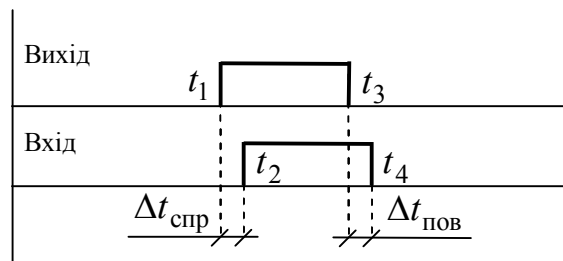

Рис. 2.19. Визначення часу спрацювання та повернення бінарного виходу
- 8) перейти на сторінку *"Результати"*, на якій буде відображено в графічній формі робота бінарного виходу та входу. За результатами експерименту необхідно знайти різницю часів спрацювання ($\Delta t_{\text{спр}}$) та повернення ($\Delta t_{\text{пов}}$) бінарного виходу та входу (рис. 2.19). Ці значення необхідно ввести у відповідні поля у вікні *"Калібрування каналів"* (див. рис. 2.18). Для більш точного вимірювання необхідно здійснити масштабування графічного зображення за часом. Для цього в режимі *"Вибір відрізка"* (цей режим встановлюються в локальному меню) виділити часовий діапазон в околі спрацювання бінарного входу та виходу. В режимі *"Миттєві значення"* (вибирається з локального меню) визначаються часи спрацювання бінарного виходу (t_1) та бінарного входу (t_2), обчислюється різницю цих часів, як $\Delta t_{\text{спр}} = t_2 - t_1$. Отримане значення необхідно занести в поле редагування *"Час спрацювання"* відповідного бінарного виходу. Подібні дії повторити для визначення часу повернення ($\Delta t_{\text{пов}} = t_4 - t_3$). Отримане значення занести в поле редагування *"Час повернення"*;